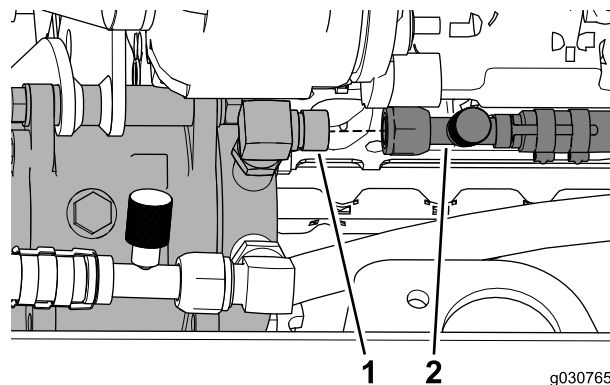

图43
3. 将驾驶室的空调高压软管（3/4 英寸）连接至直角接头（3/4 英寸），如 图43 所示。